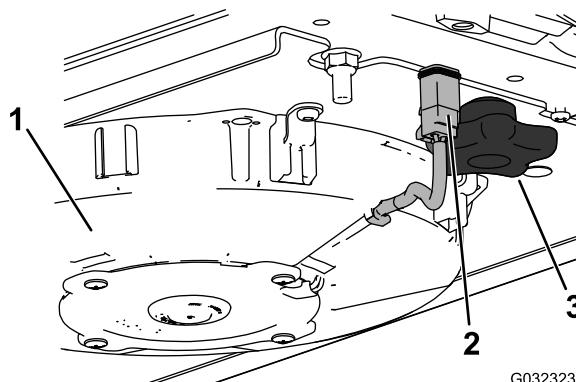
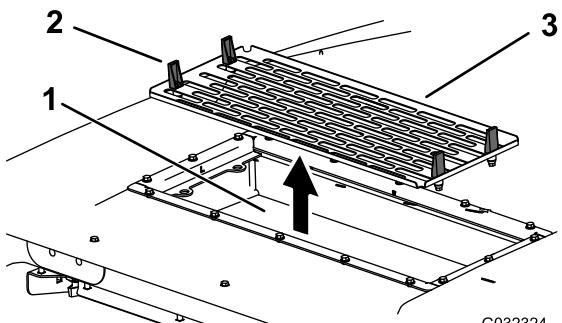

Figure 100
Figure 101
6. Reposez les filtres à air, la grille et le ventilateur (Figure 98, Figure 100 et Figure 101).
7. Rebranchez le câble de chaque ventilateur (Figure 100).